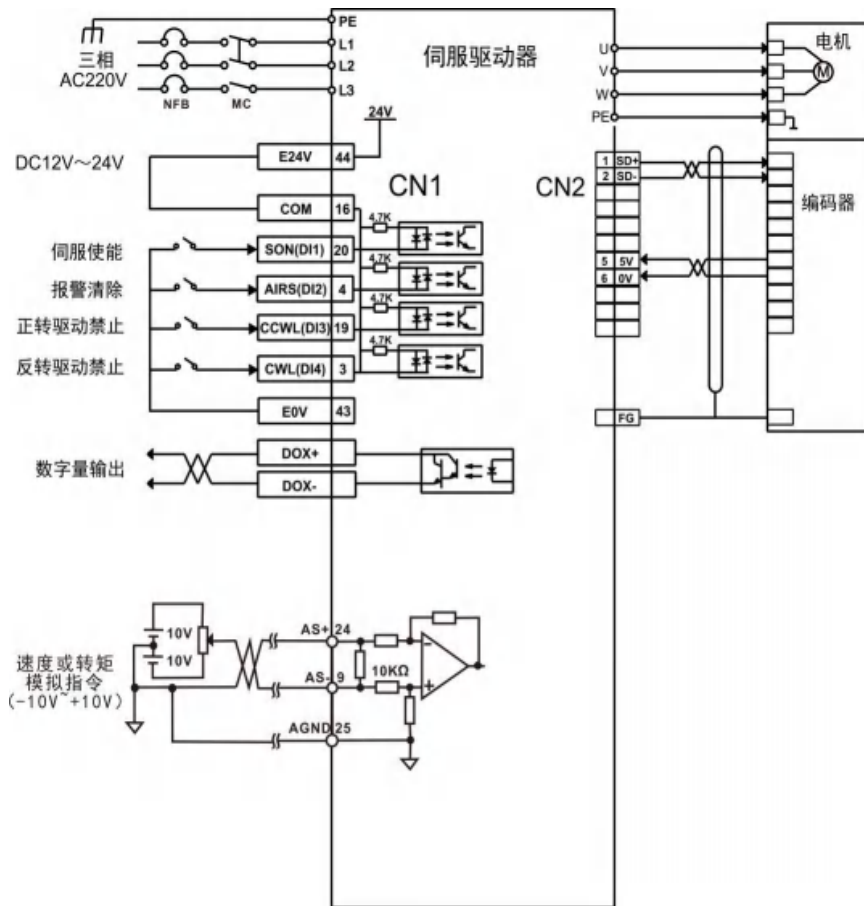

图 5.4 速度模式接线图
- 3) 参考图5.4配线说明连接CN1端子中的所需的DI/DO信号，如何伺服使能，报警清除，定位完成信号等。